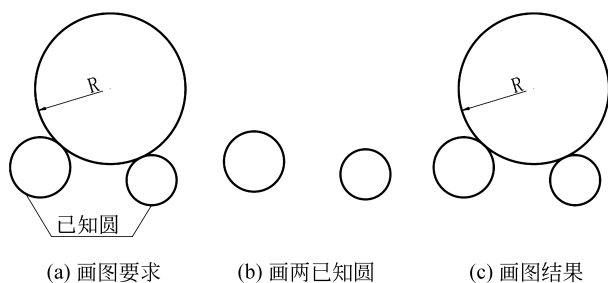

图 3-26 相切、相切、半径画圆
(1) 用给定半径值 R, 画一个圆与两个已知圆相切, 用“相切、相切、半径 (T)”方法画如图 3-26(a) 所示的公切圆。